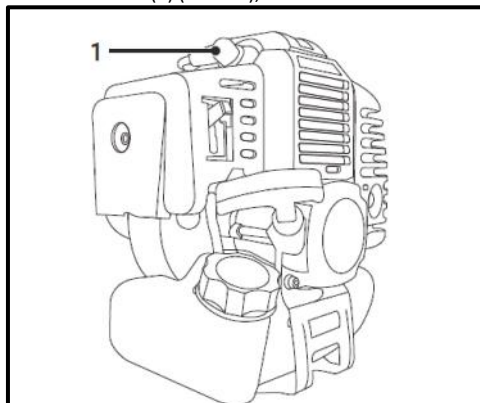

Рис. 35
- Зніміть ковпачок (1) свічки запалювання (Рис. 35);